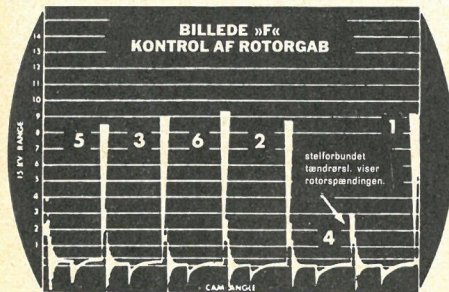

Fig. 12.
15. Rotorgabsspænding. Denne måles direkte på oscilloskopet, og man kan ved denne prøve også se om indstillingen på en dobbeltkarburator (hvis en sådan haves) er rigtig (se fig. 12). Tændingsindstillingen ved tomgang kan betragtes, og her skulle der helst gerne være samstemmende resultater mellem det målte og det fra fabrikken opgivne.